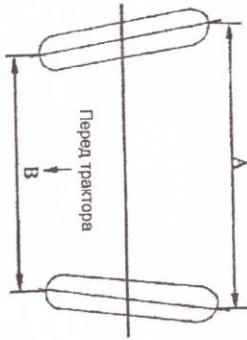

Рис. 3.22. Развал-схождение. Трактор. Вид сверху.
1. Регулировка сход-развала, развал-схождение означает, что относительное расстояние между двумя передними колесами вперед меньше, чем назад. См. рис. 3.22. А – В является развалом-схождением. Слишком большой или слишком маленький показатель будет причиной вибрации передних колес и увеличения износа шин, развал-схождение должен быть в пределах 6-12 мм.